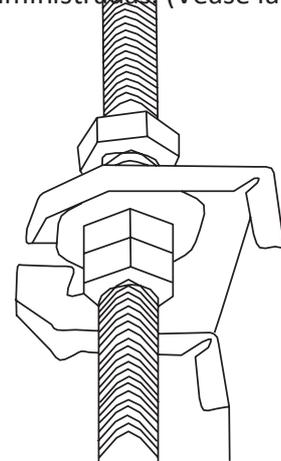

Fig. 4.8
8. Montar la unidad interior con al menos dos personas para levantar y asegurarla. Inserte los pernos de suspensión en los agujeros colgantes de la unidad. Sujetarlos con las arandelas y tuercas suministradas. (Véase la Fig. 4.8).